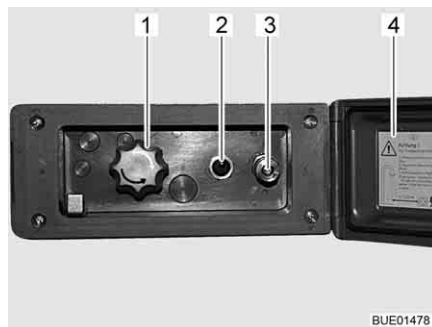

Fig. 94 Conexión de ducha exterior
- Desbloquear y abrir la tapa (Fig. 94,4).
- Conectar la manguera de la ducha exterior al cierre rápido (Fig. 94,3).
- Encender la bomba de agua con el interruptor (Fig. 94,2).
- Ajustar la temperatura del agua con el botón giratorio (Fig. 94,1) según se desee.
- Apagar la bomba de agua con el interruptor (Fig. 94,2).
- Cerrar la tapa (Fig. 94,4) y bloquearla con la llave.
- Poner el botón giratorio (Fig. 94,1) en la posición central.